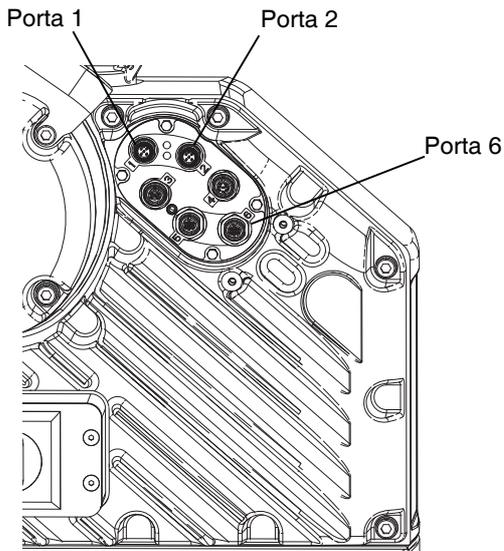

FIG. 39: Posizioni delle porte dell'unità di azionamento
6. Utilizzando le quattro viti di montaggio 10-32 in dotazione con il kit, montare la base (CD) nei fori praticati.
7. Ricollegare il CGM (CC) sulla base (CD) con le due viti (CB) rimosse al punto 5.
8. Rimontare il coperchio di accesso (CA).
9. Collegare il cavo CAN incluso nel kit alla porta 1 oppure alla porta 2 (a seconda di quale sia disponibile) sul driver. Vedere FIG. 39.